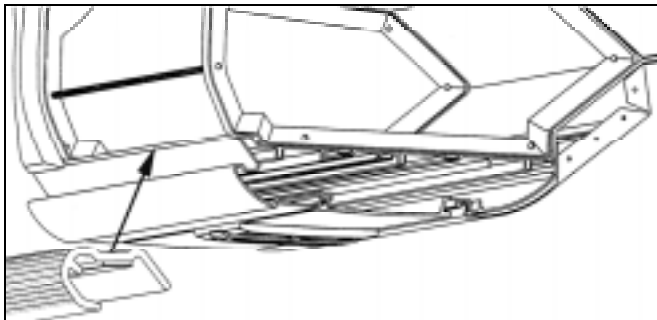

Figure 1 : Porte-colis de type ouvert. Emplacement de la moulure à poser.
1. Localiser le bas des porte-colis **dépourvus de porte** et l'emplacement des moulures à poser (figure 1). Nettoyer avec de l'alcool la surface qui accueillera la nouvelle moulure et ce, pour chacun des porte-colis **dépourvus de porte**.